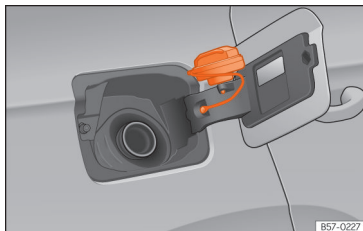

Рис. 188 Лючок паливного бака й кришка горловини.
• Навчіть кришку горловини на петлю відкритого лючка » **рис. 188**.